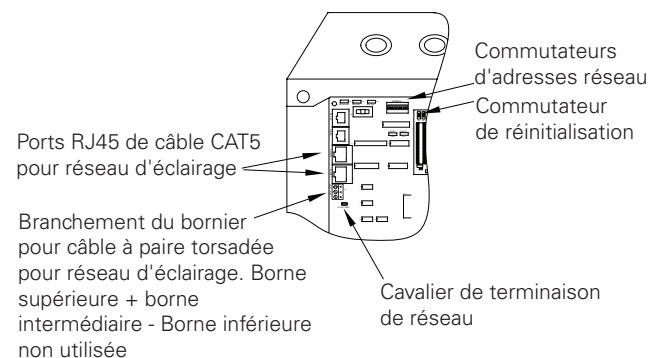

Figure 6: Composants utilisés dans le réseau
- Configurez toutes les adresses des panneaux à l'aide des interrupteurs DIP d'identification de réseau se trouvant sur chaque panneau (voir l'emplacement et les détails aux Figures 6 et 7).
- À l'aide du commutateur de réinitialisation du panneau, procédez à la réinitialisation logicielle de chaque panneau afin de créer une nouvelle adresse (voir l'emplacement du commutateur de réinitialisation à la Figure 6).